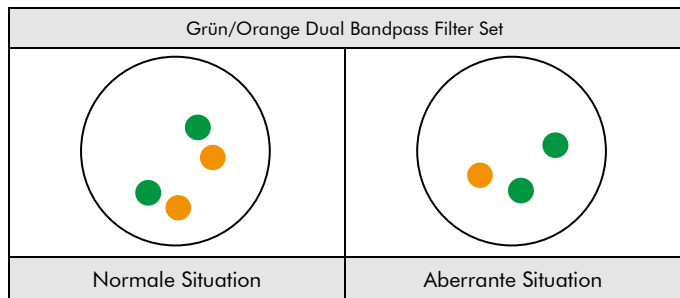

Abb. 2: Zu erwartende Ergebnisse in normalen und aberranten Zellkernen
**Normale Situation:** In Interphasen von normalen Zellen oder Zellen ohne eine Deletion des 1p36 Locus erscheinen zwei orange und zwei grüne Signale (siehe Abb. 2).
**Aberrante Situation:** In einer Zelle mit Deletion, die den 1p36 Locus betrifft, kann eine reduzierte Anzahl oranger Signale beobachtet werden. Deletionen, welche nur Teile des 1p36 Locus betreffen, können zu einem normalen Signalmuster mit orangen Signalen reduzierter Größe führen (siehe Abb. 2).